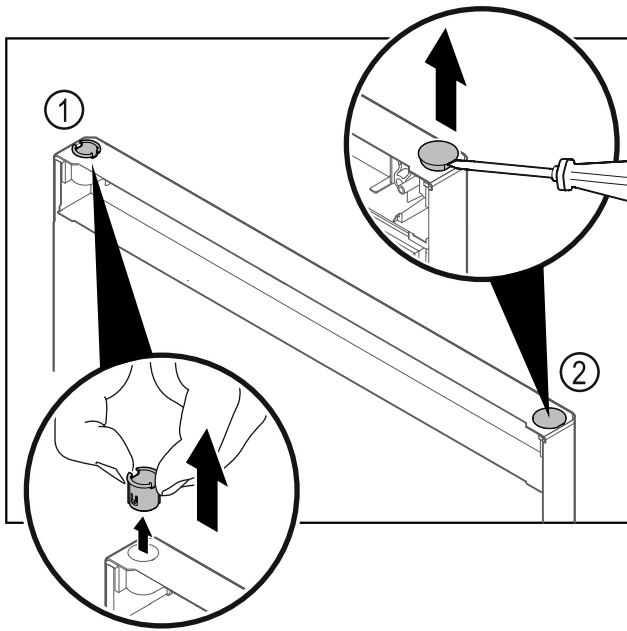

Fig. 35 Дверь морозильного отделения
- ▶ Пальцами вытяните шарнирную втулку Fig. 35 (1).
- ▶ Шлицевой отверткой осторожно подцепите и извлеките заглушку Fig. 35 (2).